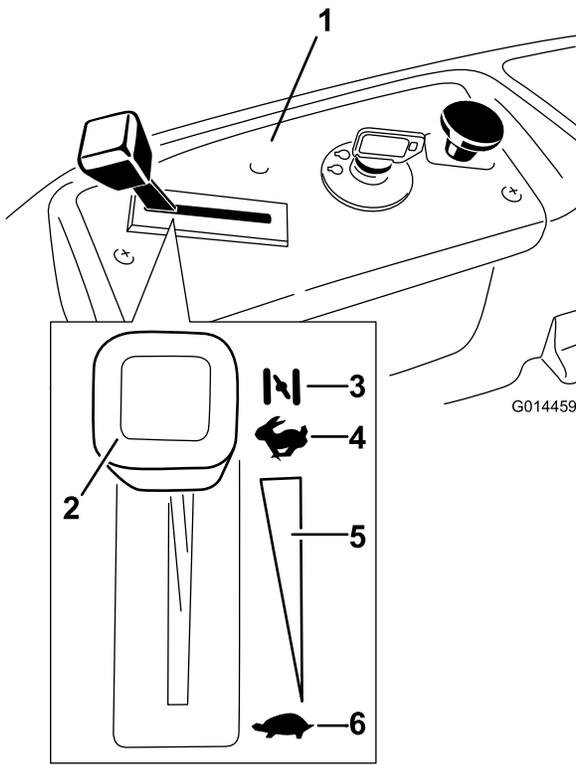

Figura 13
3. Mueva la palanca del acelerador a la posición Estárter antes de arrancar el motor si éste está frío (Figura 13).
5. Cuando el motor arranque, mueva el acelerador a la posición Rápido (Figura 13). Si el motor se cala o funciona irregularmente, vuelva a colocar el acelerador en Estárter durante unos segundos. Repita este procedimiento tantas veces como sea necesario.
3. Gire la llave de contacto a la posición de Desconectado (Figura 13) y retire la llave.